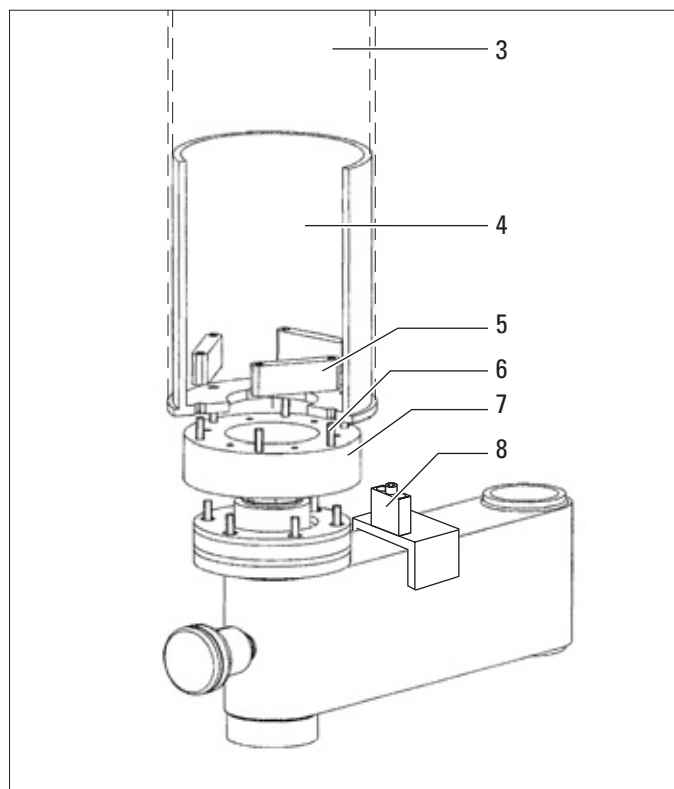

Bild 2
Das Anschlagteil (8) wird für das Leica Mini Mount nicht benötigt (Bild 2).
- ⇒ Anschlagteil (8) abschrauben.
- ⇒ Einsatz (4) vom Deckenrohr (3) des Leica Mini Mounts abschrauben.
- ⇒ Spannelemente (5) von oben einsetzen und mit Einsatz (4) und Distanzring (7) verschrauben.
- ⇒ 6 Schrauben (6) mit 14 Nm vorspannen. Danach einzeln lösen und mit 10 Nm anziehen.